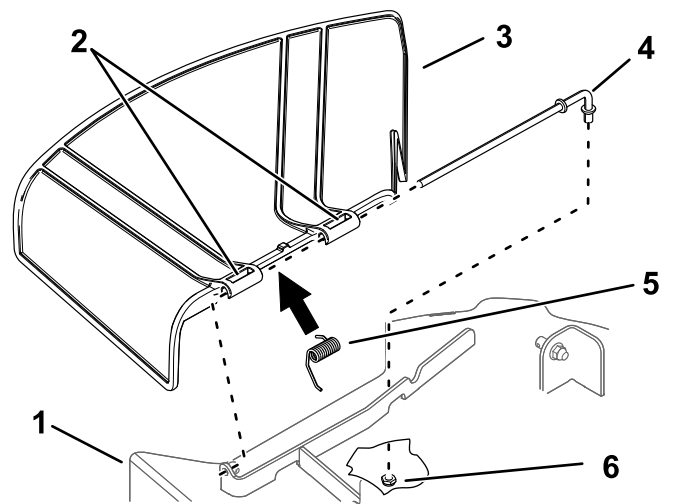

Figura 78
1. Retire la tuerca ( $\frac{3}{8}$ "") de la varilla debajo del cortacésped (Figura 78).
2. Retire la varilla del soporte de la carcasa, del muelle y del deflector de hierba (Figura 78).
4. Instale el deflector de hierba nuevo (Figura 78).
7. Deslice la varilla a través del segundo pivote del deflector de hierba (Figura 78).
9. Sujete el extremo trasero de la varilla en el cortacésped con una tuerca ( $\frac{3}{8}$ ""), como se muestra en la Figura 78.